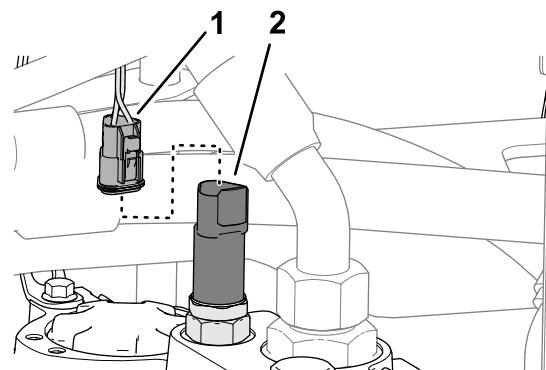

Bild 18
- Ziehen Sie auf der rechten Seite der Traktionspumpe den 3-poligen Stecker mit der Beschriftung BRAKE PRESSURE SENSOR [Bremsdrucksensor] vom Bremsdruckwandler ab (Bild 18).